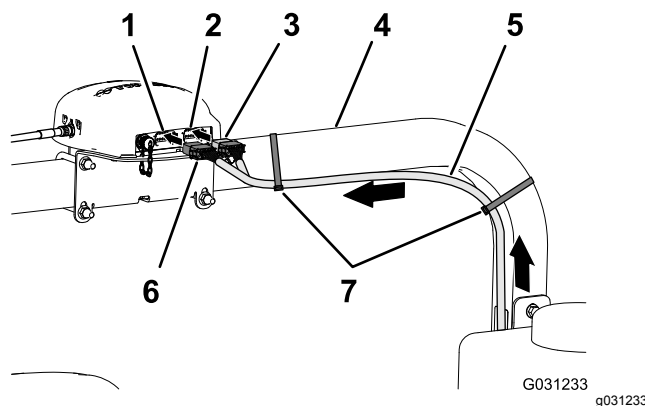

Figura 158
2. Passe a secção com 390 cm da cablagem dos dados ao lado do tubo ROPS direito com o conector de 12 tomadas (cinzento) e o conector de 12 tomadas (preto) para cima na direção do recetor da navegação (Figura 158).
7. Prenda a secção com 390 cm da cablagem dos dados ao tubo ROPS direito com 2 braçadeiras de cabos, conforme indicado na Figura 158.